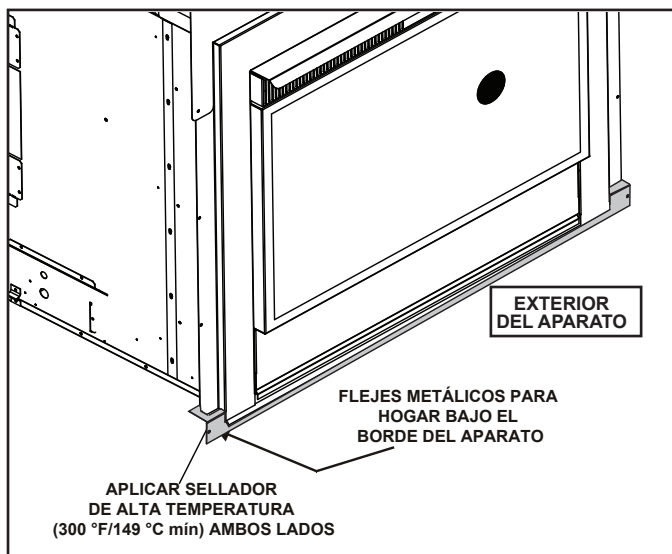

Figura 5.1 Posición del fleje metálico de protección para hogar
- Coloque el fleje metálico sobre la estructura, en donde estará el borde exterior del aparato. Vea la Figura 5.1. Debe superponerse con el papel de construcción para evitar la entrada de agua.